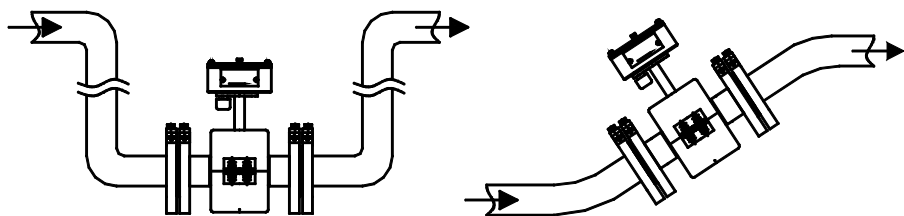

Рис.8.2
8.2.3 В месте установки расходомера в трубопроводе не должен скапливаться воздух. Наиболее подходящее место для монтажа – нижний или восходящий участок трубопровода (см. рис.8.2).